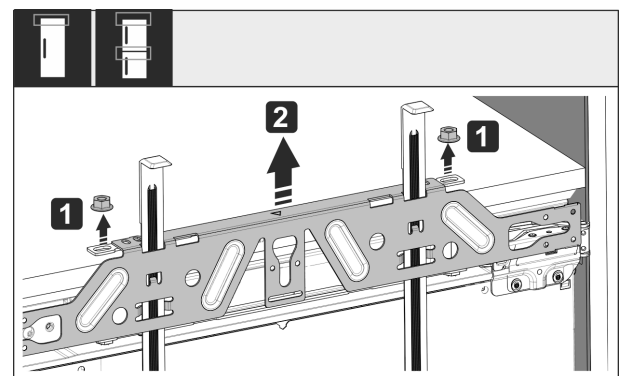

Fig. 51
- ▶ Ослабте контргайки Fig. 51 (1).
- ▶ Зніміть кріпильну поперечку Fig. 51 (2).